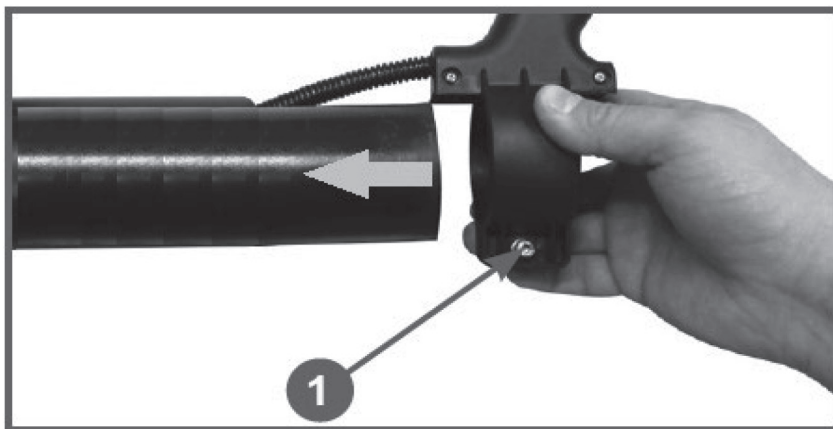

Рис. 2
- Ослабьте винт (1) на рукоятке управления (рис. 2)
- Наденьте рукоятку управления на основную воздушную трубу, совместив выступ на основной трубе с выемкой на рукоятке управления (рис. 2). Затяните винт (1).